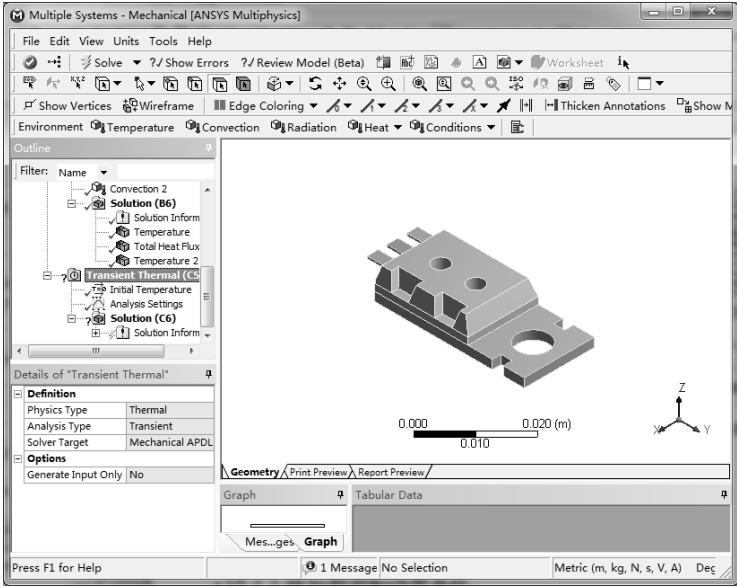

图 11-54 Mechanical 界面
1) 双击【Project Schematic (项目管理区)】中项目 C 的 C5 栏的【Setup】项, 进入 Mechanical 界面。在分析树中出现【Transient Thermal (C5)】节点, 如图 11-54 所示。